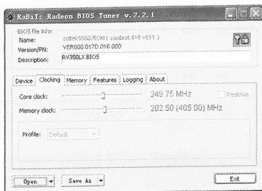

图 3-57 频率设置界面
(2) 单击“Clocking”标签页，频率设置界面如图 3-57 所示。